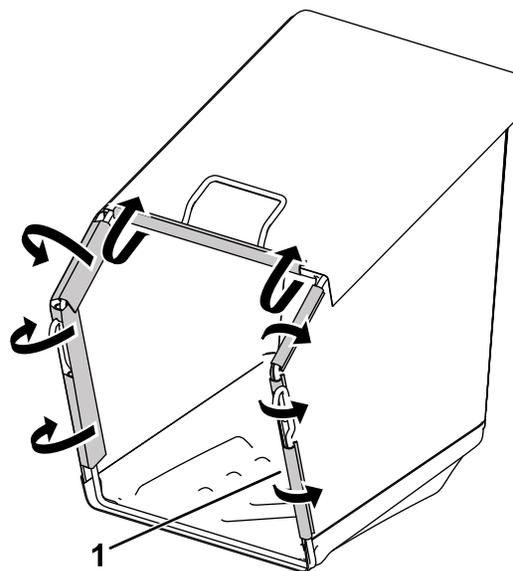

Figura 7
3. Prenda os clips de plástico à estrutura do saco de relva (Figura 7).